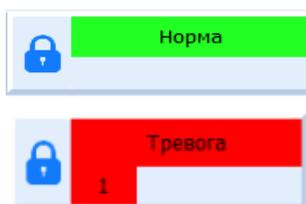

Рисунок 21.10
- **Компонент «СКУД»** - система контроля удаленного доступа. Отображает список устройств, находящихся в состоянии «Тревога». Устройства СКУД могут иметь состояния: «Тревога», «Внимание», «Неисправность», «Информация», «Норма» (Рисунок 21.10).